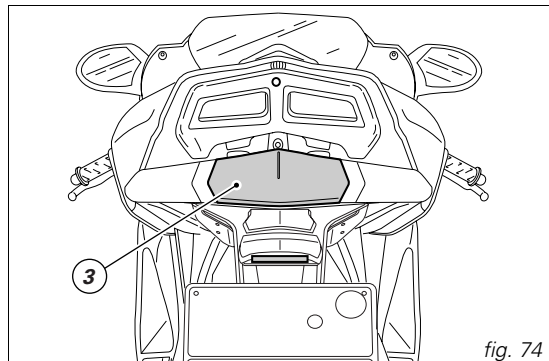

fig. 74
**Feu de plaque de police** (fig. 74)